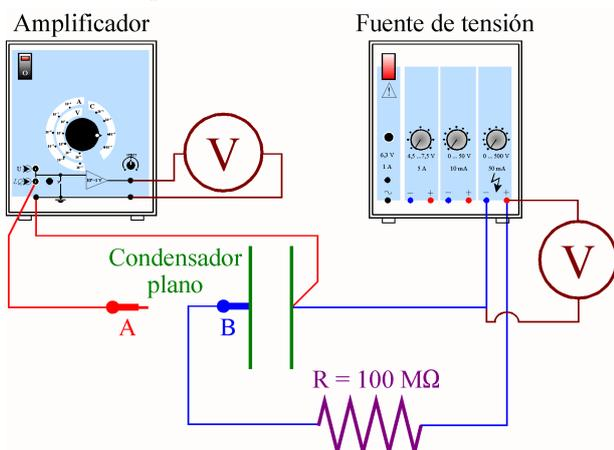
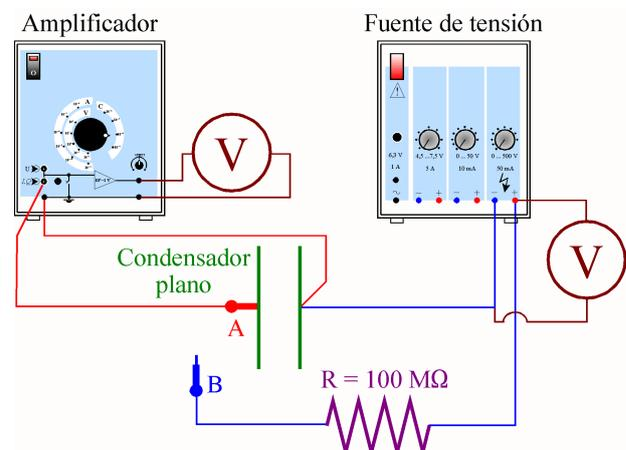
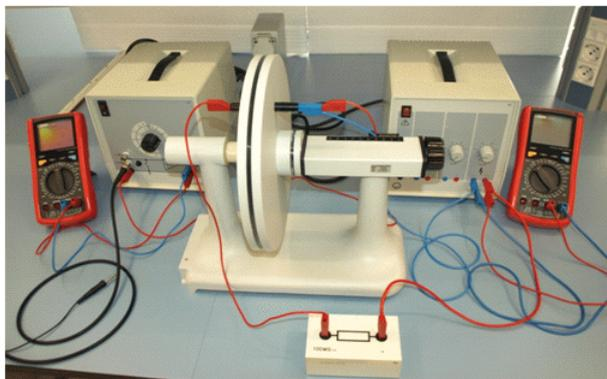
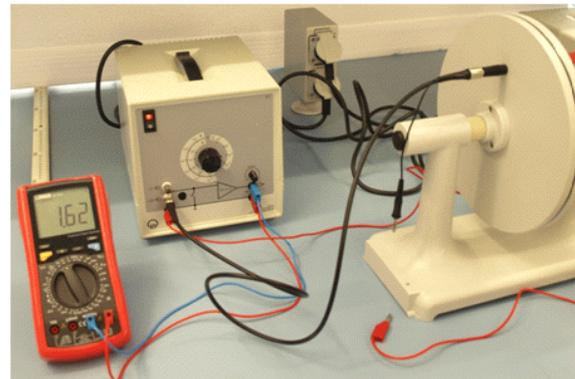

Figura 3: Carga del condensador
Figura 4: Medida de la carga del condensador
Figura 5: Montaje para el proceso de carga
Figura 6: Conexión para medida de carga
Nuestro condensador está formado por dos placas circulares paralelas, de **25,6 cm de diámetro** cada una, de las que una de ellas está fija y la otra es móvil, como se muestra en la figura 2. El esquema del montaje experimental para el proceso de carga se muestra en la figura 3. Para la carga se utiliza una fuente de tensión variable de 0 a 500 V. Un amplificador de señales nos servirá para medir la carga que adquiere el condensador.
La figura 4 muestra el esquema para la medida de la carga del condensador. La placa móvil del condensador (derecha en las figuras) se conecta al polo negativo de la fuente de tensión y a la conexión de tierra del amplificador de señales. La placa fija del condensador (izquierda en las figuras) se conecta a través de una resistencia de $100\text{ M}\Omega$ al polo positivo de la fuente de tensión. Para medir la diferencia de potencial que suministra dicha fuente se utiliza un voltímetro³. La figura 3 muestra la conexión del cable **B**, proveniente del resistor, a la placa fija del condensador para poder cargarlo (Véase también la figura 5). Por otro lado, para medir la carga que adquiere el condensador se utiliza un cable coaxial (**A** en las figuras) conectado en la entrada de medida de carga del amplificador. La figura 4 muestra la desconexión del cable **B** y la conexión del terminal **A** en la placa fija del condensador a fin de medir su carga (Véase también la figura 6). La medida se realiza mediante un voltímetro⁴ conectado a la salida de la diferencia de potencial del amplificador y se sitúa el mando central giratorio del aparato en la escala 10^{-8} C . De esta forma, una lectura de, por ejemplo, $1,23\text{V}$ en este voltímetro equivaldrá a $1,23 \times 10^{-8}\text{ C}$.
La figura 5 muestra el montaje completo en el laboratorio para el proceso de carga. Obsérvese que el terminal del cable coaxial **A** está desconectado del condensador⁵. La figura 6 muestra la conexión del terminal
⁵ Es el cable negro a la izquierda de la figura 5, que tiene un extremo conectado al amplificador y el otro extremo suelto.
① Coloque inicialmente las placas del condensador a una distancia de 2 mm.
② Aplique una diferencia de potencial de 50 V para cargar el condensador⁷. El montaje de la figura 5 (esquema en figura 3) sirve para realizar el proceso de carga.⁸
② Aplique una diferencia de potencial de 100 V para cargar el condensador. Recuerde que el esquema de la figura 3 (o figura 5) sirve para realizar el proceso de carga.